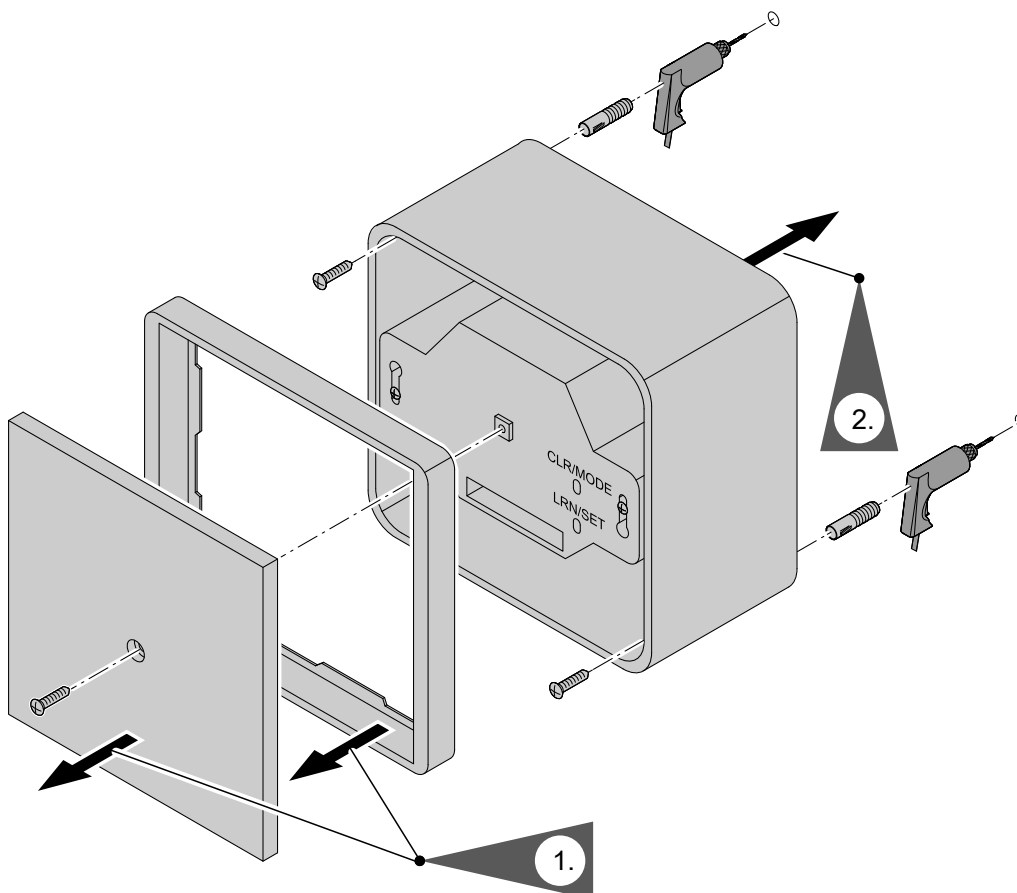

Abb. 10
4. Funkempfänger schließen, siehe umgekehrte Reihenfolge aus Abb. 10).